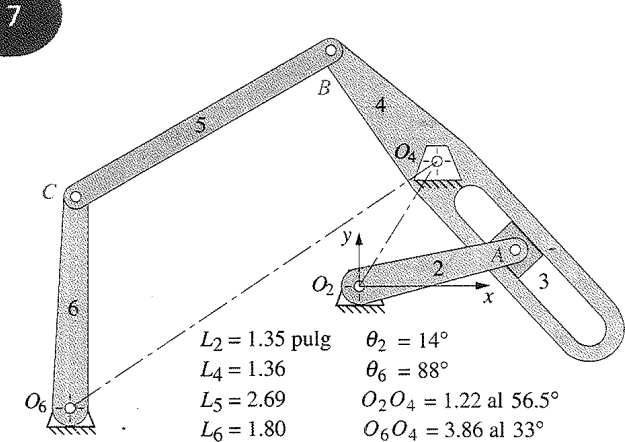

FIGURA P7-22 Problema 7-52 De P. H. Hill y W. P. Rule (1960). *Mechanisms Analysis and Design*
7-52 La figura P7-22 (p. 264) muestra un mecanismo con sus dimensiones. Use un método gráfico para calcular las aceleraciones de los puntos A, B y C en la posición mostrada, $\omega_2 = 20 \text{ rad/s}$.
- 7-89 En la figura P7-22 (p. 264) se muestra un mecanismo con dimensiones. Con un método gráfico determine las aceleraciones de los puntos A y B en la posición mostrada si $\omega_2 = 24$ rad/s en sentido horario. No tome en cuenta los eslabones 5 y 6.
- 7-90 En la figura P7-22 se muestra un mecanismo con dimensiones. Con un método analítico calcule las aceleraciones de los puntos A y B en la posición mostrada si $\omega_2 = 24$ rad/s en sentido horario. No tome en cuenta los eslabones 5 y 6.